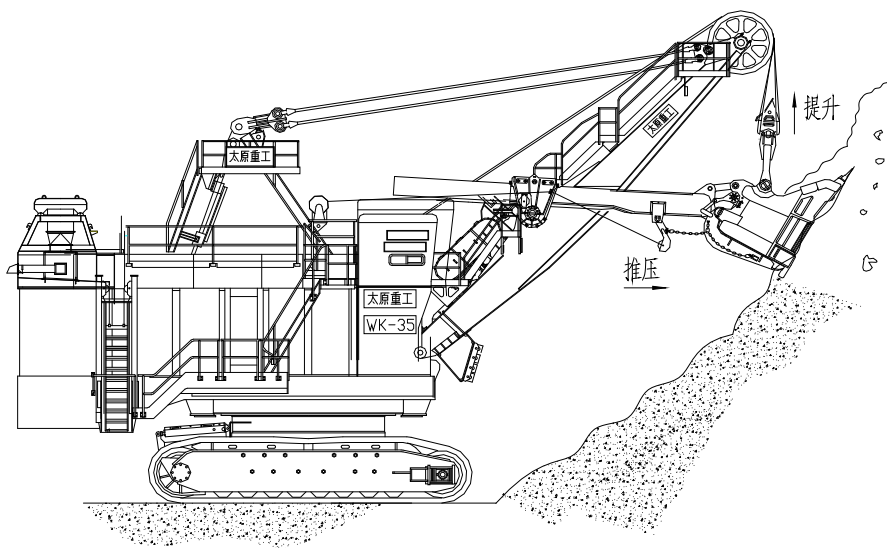

Рис. 8. Эскавация.
Если копание будут проводиться в непосредственной близости от гусениц или, наоборот, рукоять будет выдвигаться слишком далеко от конца стрелы, то силы подъема и напора будут вступать в противодействие, что может привести к смещению деталей ковша. Лучше всего, чтобы ковш максимально двигался по вертикали (см. рис. 8).
3) управление главным контроллером напора и главным подъемным контроллером позволяют увеличить эффективность процесса экскавации и процесса наполнения ковша (см. рис. 8).